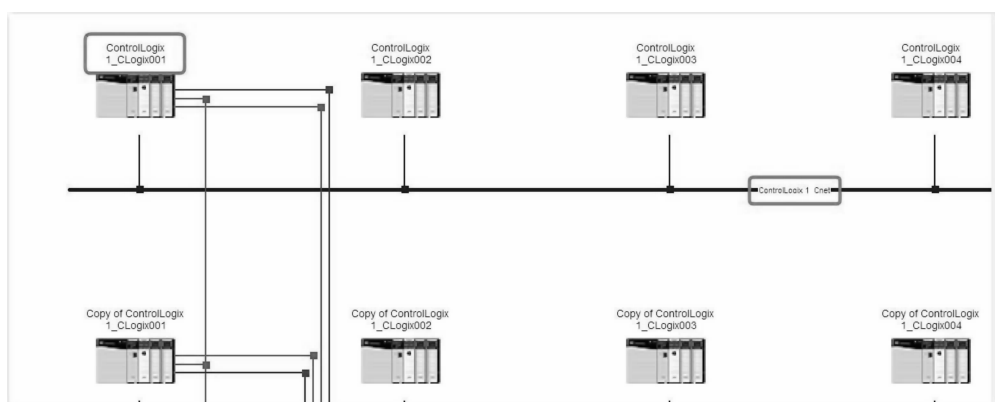

图 26-196 架构视图
3. 使用缩放滑块以放大视图并显示更多详细信息。请注意设备和网络名称的显示方式，如图 26-196 所示。